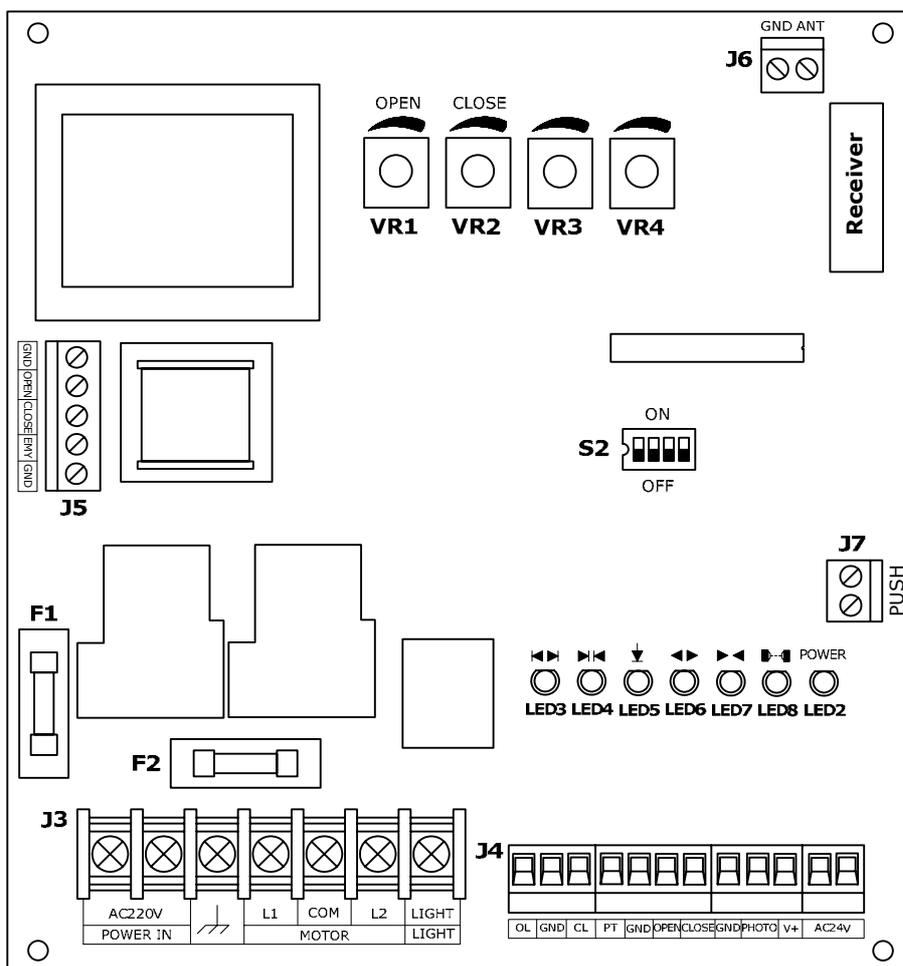

Рис. 6. Электронный модуль блока управления DGT-C06
Электронный модуль блока управления DGT-C06 (Рис. 6) осуществляет управление работой всех подключенных к нему электрических компонентов.
- Ослабьте гайку. Соблюдая определенное ранее направление, вращайте отверткой винт, помеченный меткой, пока желтый кулачек не повернется до срабатывания выключателя (толкатель выключателя нажат). На модуле блока управления светодиод LED4 гаснет (Рис. 6). Зажмите гайку.
- Ослабьте гайку. Соблюдая направление, вращайте отверткой винт, не помеченный меткой, пока зеленый кулачек не повернется до срабатывания выключателя (толкатель выключателя нажат). На модуле блока управления светодиод LED3 гаснет (Рис. 6). Зажмите гайку.
Настройка параметров работы привода осуществляется с помощью DIP-переключателя S2 (Рис. 6) и потенциометров VR1...VR4 модуля блока управления.
Модуль приемника радиоуправления Receiver (Рис. 6) - опция. Для обеспечения управлением приводом от пультов радиоуправления АТ-4 необходимо установить модуль приемника радиоуправления Receiver или подключить внешний радиоприемник.
Для записи пульта нажмите кнопку LEARN радиоприемника Receiver (Рис. 6) модуля блока управления, индикатор LEARN радиоприемника загорится. Затем пока горит индикатор LEARN (~5сек) нажмите выбранную для управления приводом кнопку пульта, индикатор LEARN моргнет несколько раз и погаснет, что означает запись кода пульта в память радиоприемника модуля блока управления. Максимальное количество записываемых пультов - 25 пультов. Дальность действия пульта в открытом пространстве не менее 50 метров.